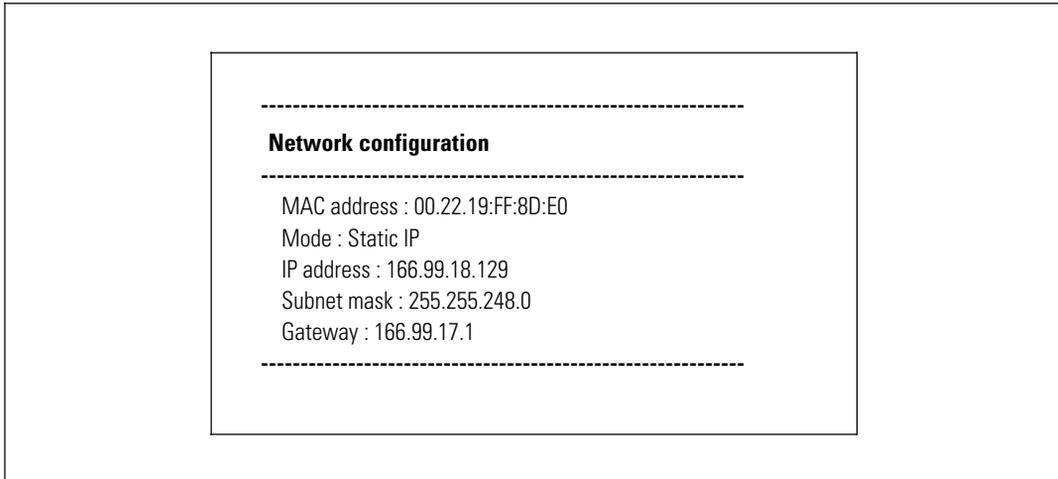

图 41. 读取网络设置选项
- **读取网络设置 (Read Network settings)**：查看网络设置（请参阅图 41）。